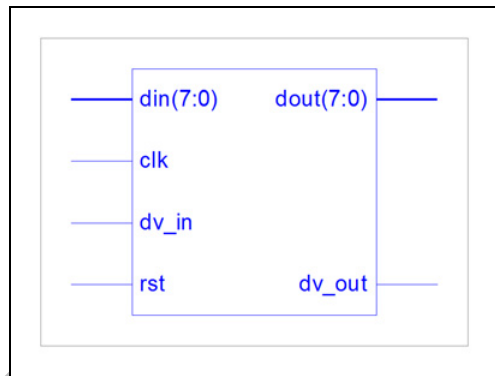

图 2.25 查看 XST 综合 RTL 级结果
- 以查看 RTL 综合结果为例，双击“View RTL Schematic”，ISE 会打开 RTL 查看窗口，该窗口中可以看到综合后生成的顶层接口，如图 2.25 所示。